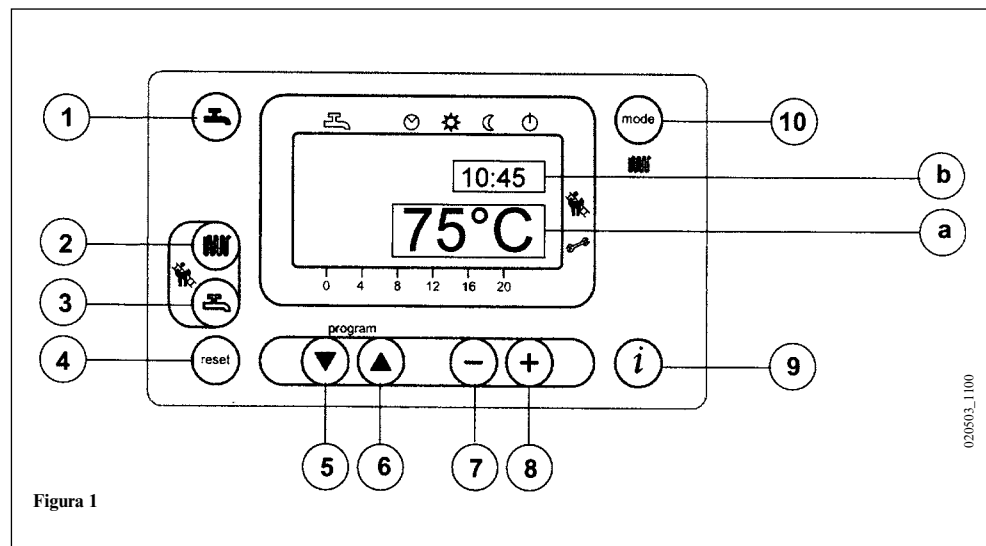

Figura 1
- Apretar la tecla (🌡️) (2- figura 1) para programar la temperatura del agua de calefacción;
- apretar una de las dos teclas (🔄) (mode) (1 o 10 - figura 1) para memorizar y volver al menú principal.
**N.b** – Con sonda exterior conectada, mediante la tecla (🌡️) (2 – figura 1) es posible efectuar la traslación de la curva de calefacción. Apretar las teclas (−) (+) para disminuir o aumentar la temperatura ambiente del local para caldear.
- Apretar la tecla (🚿) (3- figura 1) para programar la temperatura máxima del agua sanitaria;